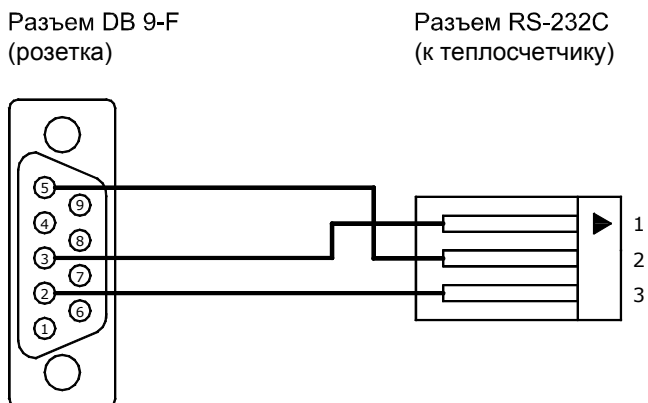

Рис. 7.6
7.5.4 Для прямого соединения теплосчетчик – ПК следует использовать кабель, изображенный на Рис. 7.6.